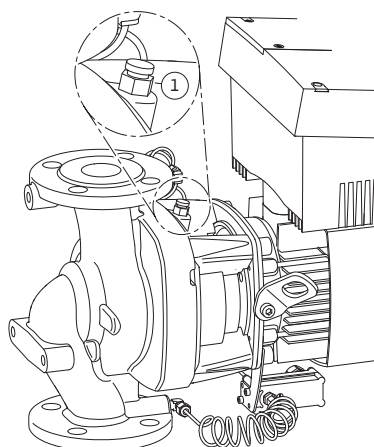

Fig. 47: Õhutusventiil
- Eemaldage pumpadest õhk, avades õhutusventiilid (Fig. 47, pos. 1). Kuivalt töötamine rikub pumba liugrõngastihendi. Rõhkude vahe andurist ei tohi õhku eemaldada (purunemisoht).